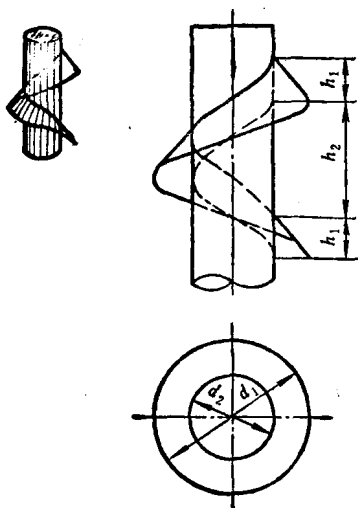

图 5
5. 斜螺旋叶片的展开, 如图 5 所示。已知尺寸 $d_1 = 60\text{mm}$, $d_2 = 30\text{mm}$, $h_1 = 16\text{mm}$, $h_2 = 76\text{mm}$ 。求作斜螺旋叶片的展开图。